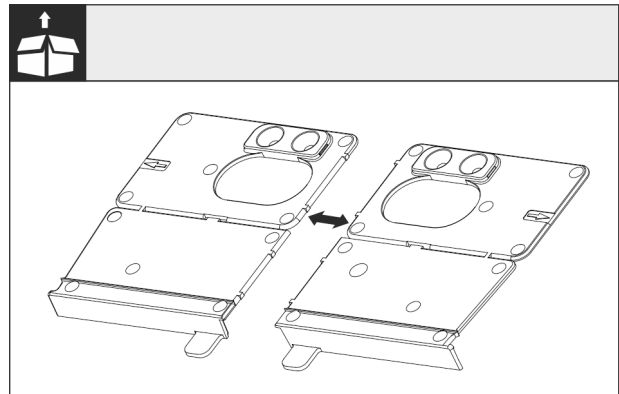

Fig. 27
► Монтажный кут дно Fig. 27 () відокремити на перфорції.